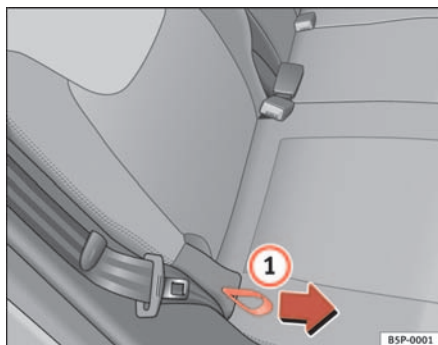

Fig. 96 Regular a inclinação do encosto, banco traseiro
- Segurar o encosto do banco, em cima. Puxar a pega lateral do banco ⇒ fig. 96 ① no sentido da seta e mantê-la nessa posição. Empurrar ao mesmo tempo o encosto para trás, para a posição pretendida e soltar a pega.